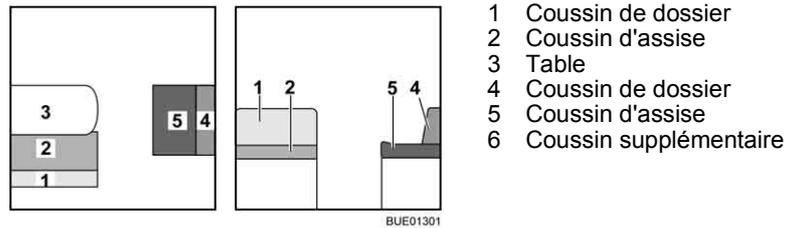

Fig. 118 Avant la transformation
- Convertir la table (Fig. 118,3) en sommier de lit (voir paragraphe 6.10).
- Enlever le coussin de dossier (Fig. 118,1) et le placer de côté.